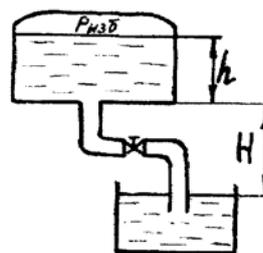

Рис. 14
24. Из напорного бака, давление в котором 12 кПа вода перетекает в резервуар по трубе длина и диаметр которой, соответственно 3 м и 30 мм. Бак установлен на высоте 2,2 м, уровень жидкости в нем 1,7 м. На трубе имеется прямооточный вентиль и два колена с углом поворота 90° и $R_0/d = 2$, коэффициент трения 0,025. С учетом всех видов потерь, необходимо определить расход воды. (рис. 14)